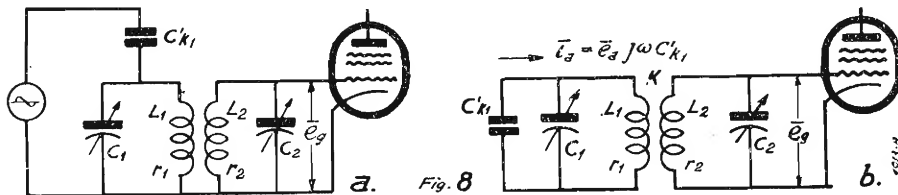

Fig. 8. - a) Accoppiamento capacitivo dell'antenna con un filtro di banda.
Si può dunque dire che in un filtro di banda con accoppiamento critico si ottiene la metà dell'amplificazione che si ha con uno dei due circuiti, usato separatamente. Ciò è esatto non solo per il caso di fig. 8, che noi abbiamo esaminato per fare un esempio, ma, come è facile rendersene conto, anche per tutti gli altri tipi di accoppiamento trattati nel II Capitolo. Evidentemente quando l'accoppiamento non è critico o quando i due circuiti del filtro non sono eguali, l'amplificazione deve essere calcolata a mezzo della formula (24): il massimo dell'amplificazione, come è noto si ottiene quando l'accoppiamento del filtro di banda è critico.
vati. La fig. 8 a, ad esempio, mostra lo schema nel caso di accoppiamento capacitivo tra l'antenna e l'estremo ad alto potenziale del primo circuito del filtro di banda. Operando la solita trasformazione, si ottiene il circuito semplificato di fig. 8 b. La tensione applicata alla griglia è data dalla seguente espressione: